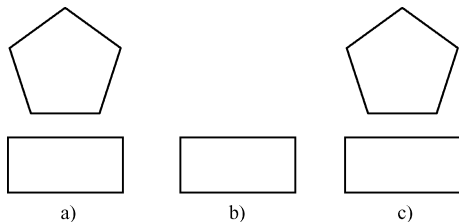

图 6-2 删除图形对象
(2) “对象”选项组：该选项组用于选择制作图块的对象以及对象的相关属性。如图 6-2 所示，把图 6-2a 中的正五边形定义为图块，图 6-2b 所示为选中“删除”单选按钮的结果，图 6-2c 所示为选中“保留”单选按钮的结果。